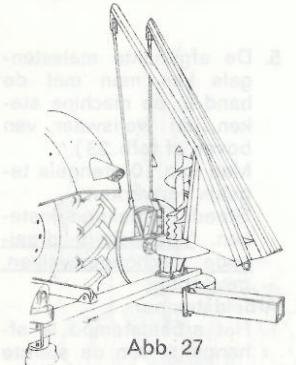

Abb. 27
3. Eine gute Montage ist möglich, wenn der Mais-Wolf hochgekippt wird, siehe Abb. 27.
- 3 Attachment is facilitated by tilting the harvester. See Fig. 27.
- 3 Le montage est rendu aisément en faisant pivoter le hacheur vers le haut. Fig. 27.
- 3 E' possibile eseguire bene il montaggio ribaltando la mietitrincia verso l'alto (vedere la fig. 27).
(zie afb. 27).